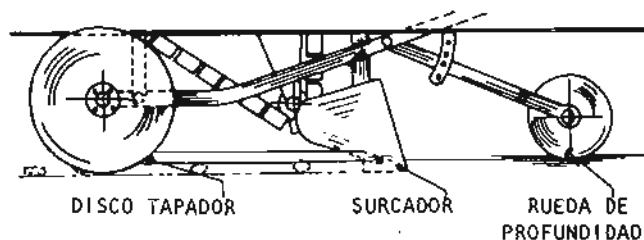

Fig. 2
- d Gradúe la profundidad de siembra (fig.2).